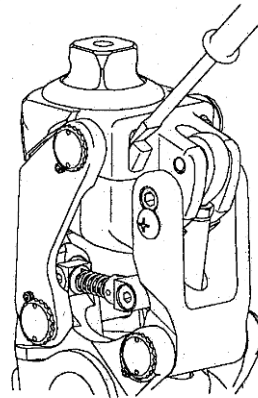

Fig. 12 :
b) Flexion rubber stopper (Fig. 12)